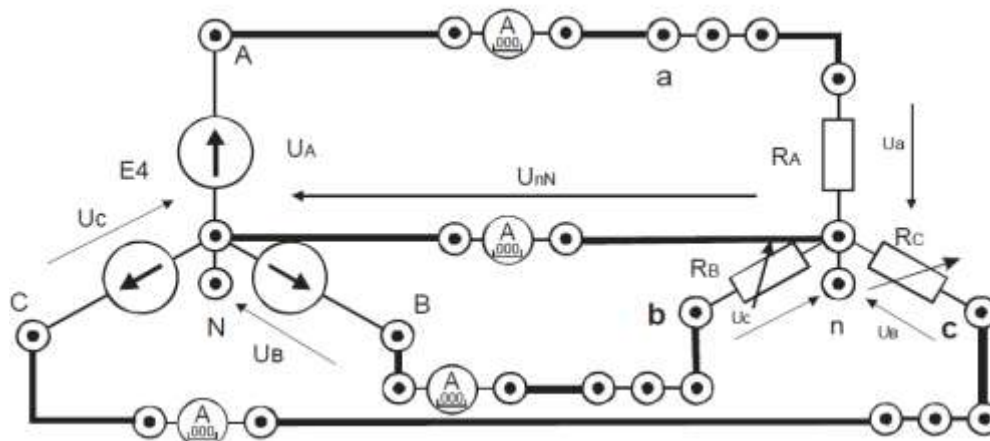

Рисунок 13 – Схема трехфазной электрической цепи
3. Собрать симметричную четырехпроводную трехфазную электрическую цепь (рис. 13). В качестве амперметров использовать цифровые приборы в режиме измерения переменного тока (тумблер режима работы приборов в позиции «~»). В качестве потребителей RA, RB, RC использовать резисторы R17, R18, R19, установив соответствующие тумблеры в позицию «1». Представить схему для проверки преподавателю.